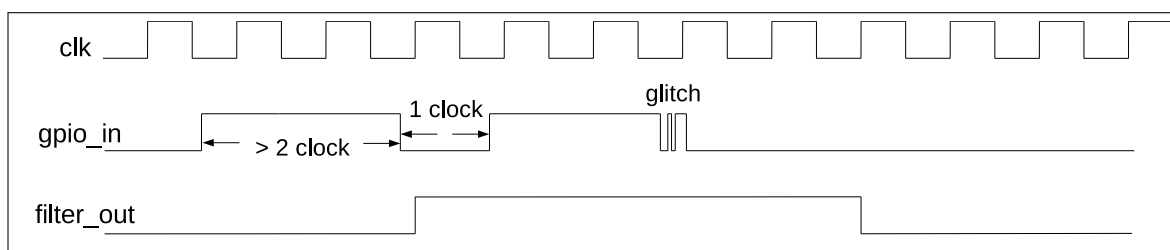

图 7-4. GPIO 输入信号滤波时序图
- 可选：置位 $\text{IO_MUX_GPIOx_FILTER_EN}$ 使能 GPIO 管脚的输入信号滤波功能，如图 7-4 所示。只有当输入信号的有效宽度大于两个时钟周期时，输入信号才会被采样。否则，输入信号将会被滤掉。